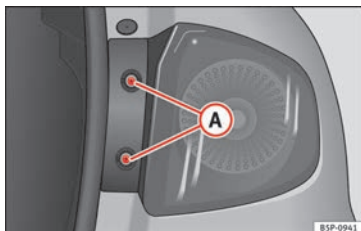

Bild 184 Sidoljus och bromsljus.
- Avlägsna bultarna » **bild 184** **A**.